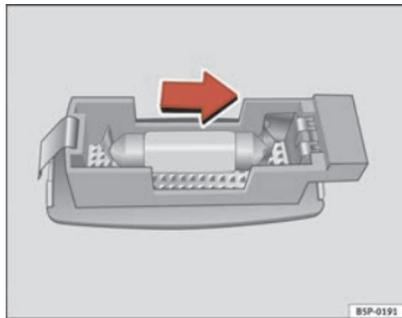

Fig. 204 Desmontagem da luz da pala de sol
- Retirar a luz com cuidado, utilizando a parte plana da chave de parafusos, tal como indica a figura ⇒ fig. 204.
- Retirar a lâmpada, movendo-a no sentido da seta e para fora ⇒ fig. 204. ■